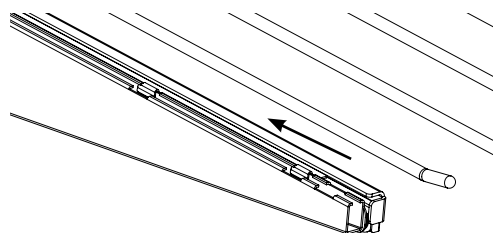

Figure 3
ÉTAPE 4: Lorsque bien positionné, poussez l'ensemble vers le mur afin de fixer les attaches au support (**Figure 3**). Installez les capuchons de plastique sur les dessus pour les verrouiller en position (**Figure 4**).